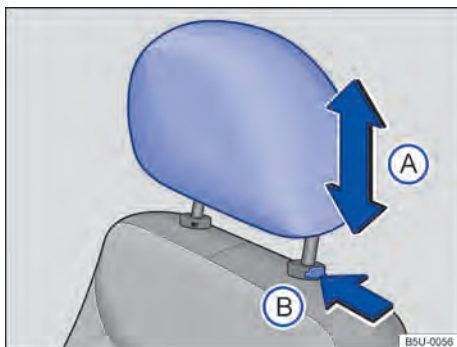

Fig. 58 Apoio para cabeça dianteiros: ajustar.
- Empurrar o apoio para cabeça para cima ou para baixo na direção da seta → Fig. 58 (A) →  em *Introdução ao tema* na página 71.